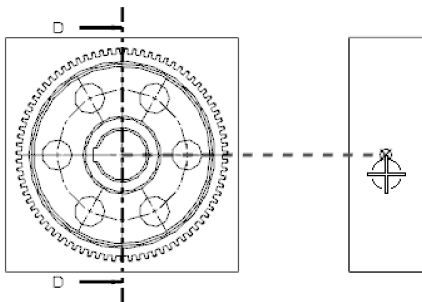

图 10-26 指定视图原点位置
- 【指定位置】：指定剖切视图的原点位置，以此放置剖切视图，如图 10-26 所示。